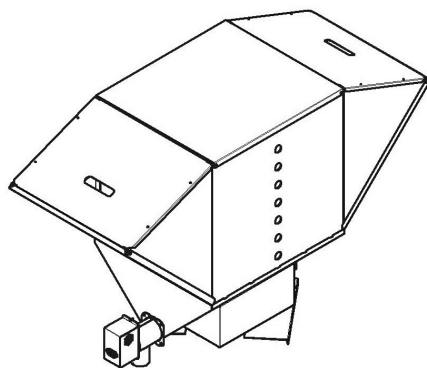

Рисунок 3. Бункер котельный
- Бункер котельный (рисунок 3), конструкция которого подразумевает его установку непосредственно на котёл.